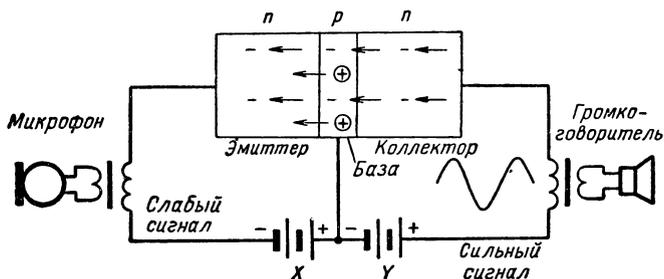

Рис. VI.113. Слабый сигнал, поданный в цепь эмиттера через микрофон, усиливается транзистором.
**Подача сигнала на эмиттер.** Чтобы далее познакомиться с работой транзистора, подадим в цепь его эмиттера какой-либо сигнал. На схеме рис. VI.113 в цепь эмиттер—база включен микрофонный трансформатор. Когда кто-нибудь говорит в микрофон, во вторичной обмотке трансформатора идет меняющийся ток. На постоянный ток, создаваемый батареей в цепи эмиттера, теперь налагается переменный сигнал. Так как переменный сигнал имеет то положительный, то отрицательный знак,